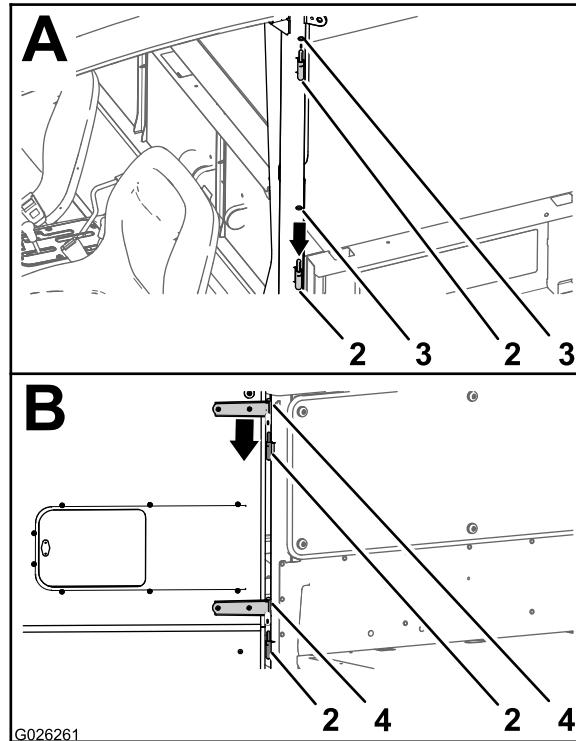

Bild 2
2. Legen Sie die vier Scheiben über die vier Scharnierstifte am Kabinenrahmen für die Maschine (Bild 2).
3. Montieren Sie die Tür auf den Scharnierstiften, die am Kabinenrahmen befestigt sind (Bild 2).